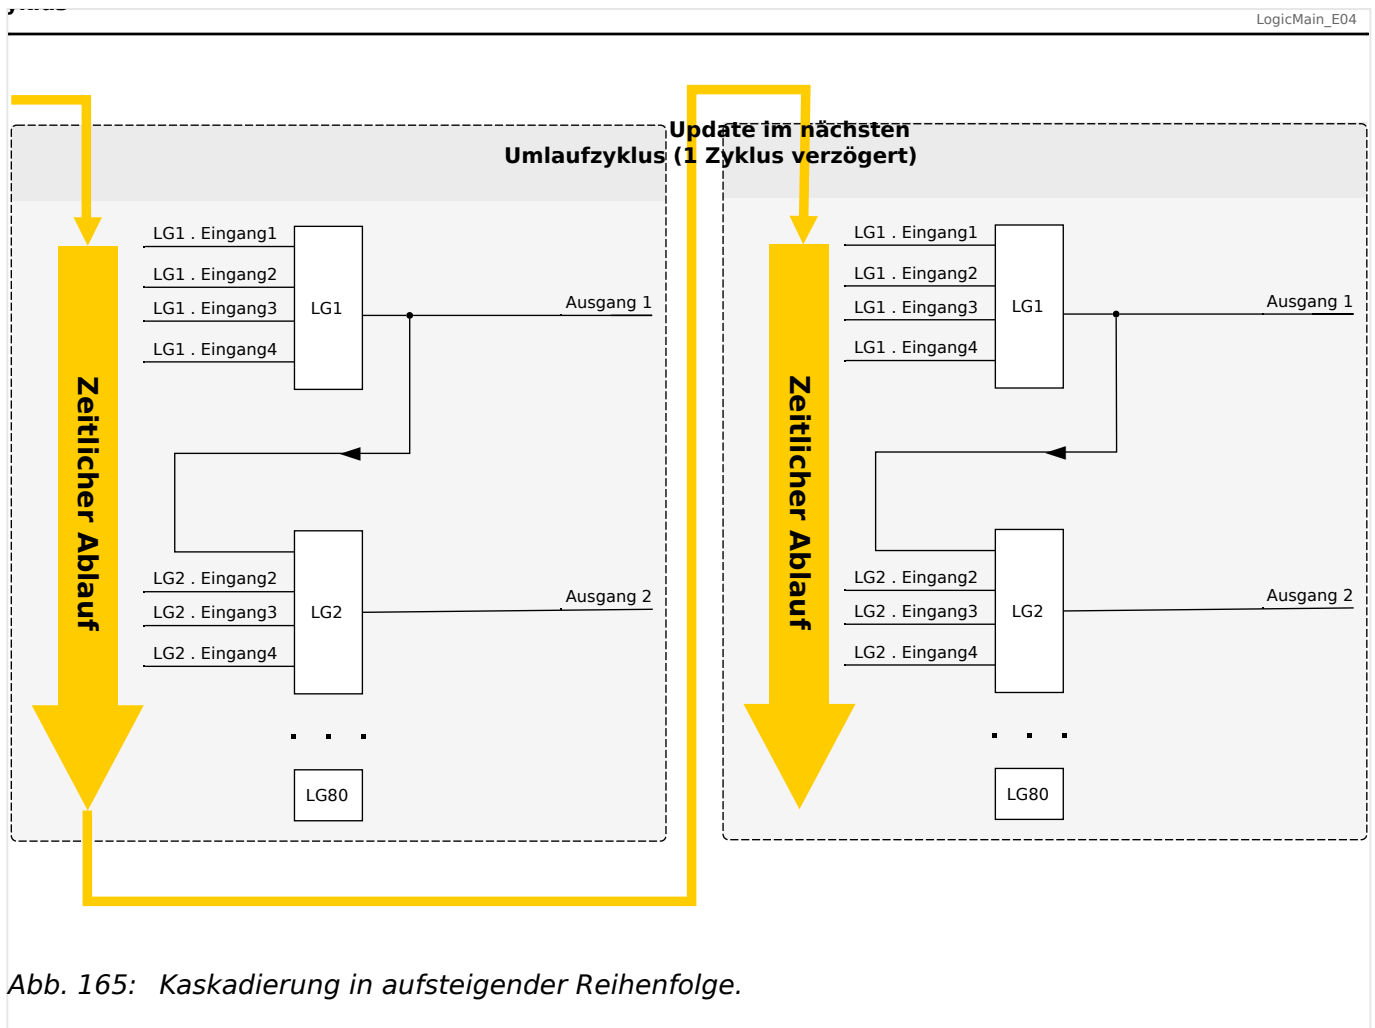
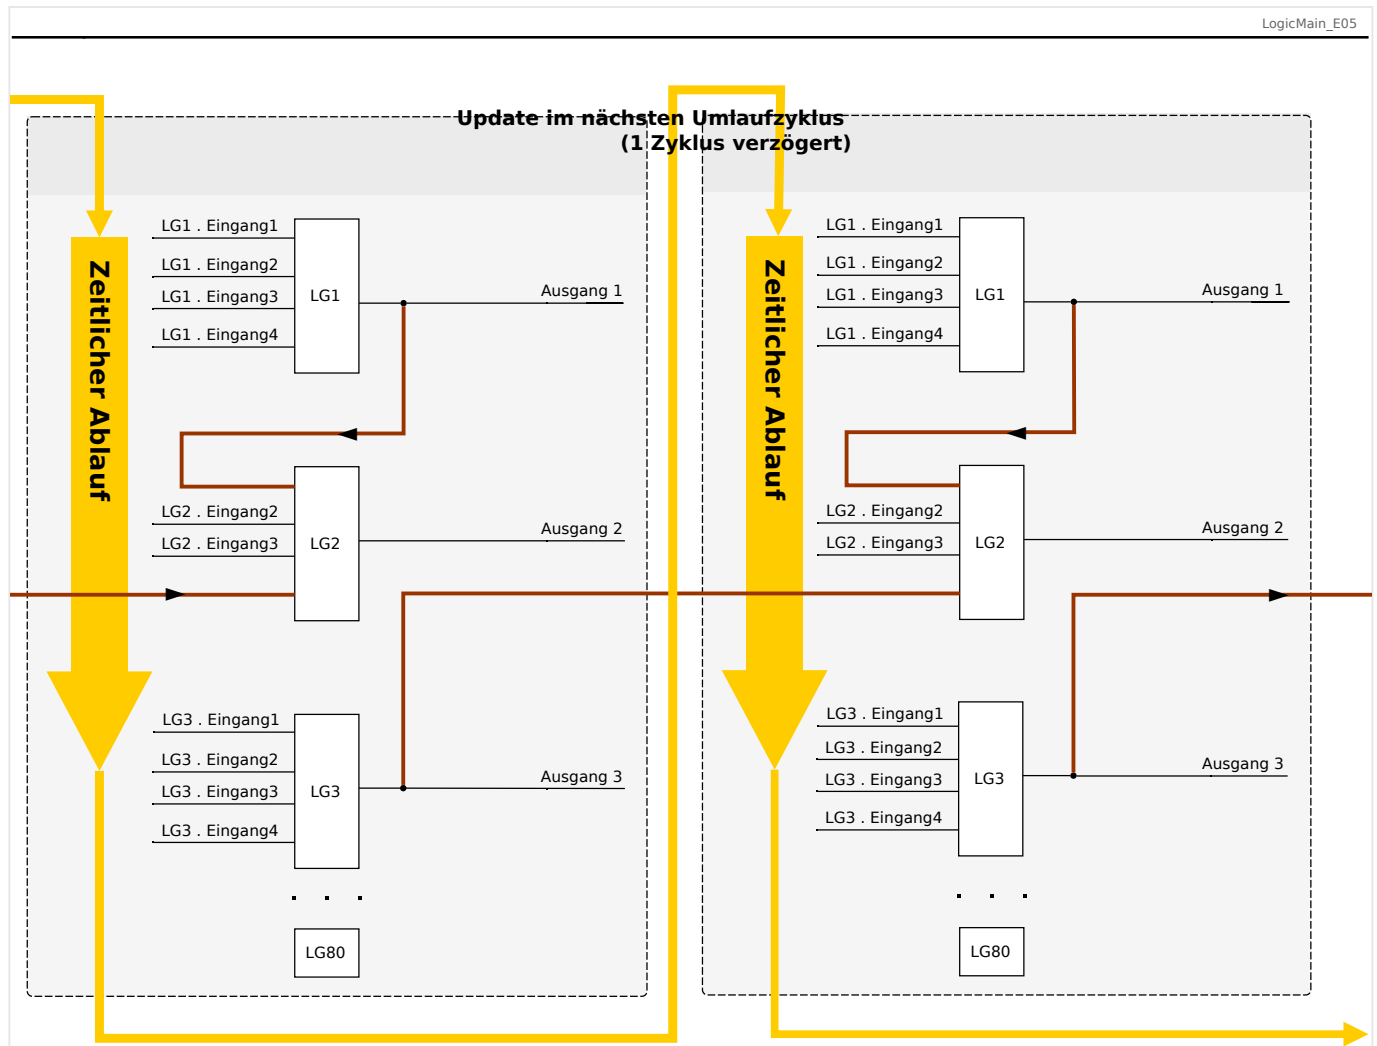

Abb. 165: Kaskadierung in aufsteigender Reihenfolge.
Abb. 166: Kaskadierung in absteigender Reihenfolge.
- Kaskadierung in **aufsteigender** Reihenfolge bedeutet, dass der Ausgang einer Logikgleichung auf den Eingang einer Logikgleichung mit **höherer** Nummer rangiert wird. Das Diagramm →Abb. 165 weiter unten zeigt ein Beispiel, bei dem der Ausgang von LG1 auf einen Eingang von LG2 rangiert wird.
- Kaskadierung in **absteigender** Reihenfolge bedeutet, dass der Ausgang einer Logikgleichung auf den Eingang einer Logikgleichung mit **niedrigerer** Nummer rangiert wird. Das Diagramm →Abb. 166 zeigt ein Beispiel, bei dem der Ausgang von LG3 auf einen Eingang von LG2 rangiert wird.
Bei der Konfiguration des Schutzgerätes bestehen keinerlei Einschränkungen oder Unterschiede zwischen aufsteigender und absteigender Reihenfolge. Da allerdings während der Laufzeit des MRA4 die Logikgleichungen in aufsteigender Reihenfolge ausgewertet werden, haben die resultierenden Ausgangswerte, die am Eingang der Logikgleichung anstehen, ein unterschiedliches „Alter“, wie in →Abb. 165 und →Abb. 166 veranschaulicht wird.
Das in Abb. 166 gezeigte Beispiel zeigt eine Konfiguration von „Logikgleichung 2“, die den Ausgang von zwei weiteren Logikgleichungen, „Logikgleichung 1“ und „Logikgleichung 3“, als Eingangszustände verwendet. Hierbei ist der Ausgang von „Logikgleichung 1“ in aufsteigender Reihenfolge verwendet, sodass der Wert in jeweils demselben Prozesszyklus ermittelt wird. Der Ausgang von „Logikgleichung 3“ wird in absteigender Reihenfolge verwendet, sodass der Wert in dem jeweils vorherigen Prozesszyklus ermittelt wurde.